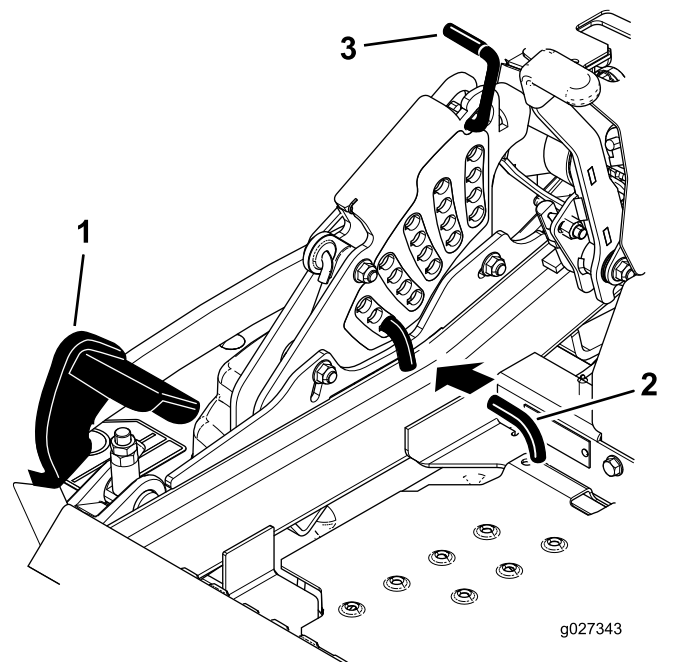

Figura 25
2. Pise el pedal de elevación de la carcasa y eleve la carcasa a la posición de transporte (que es también la posición de altura de corte de 140 mm [5½"]) como se muestra en Figura 25.
3. Para ajustar la altura de corte, gire el pasador 90 grados y retire el pasador del soporte de altura de corte (Figura 25).
4. Seleccione el orificio del soporte de altura de corte que corresponde a la altura de corte deseada, e inserte el pasador (Figura 25).